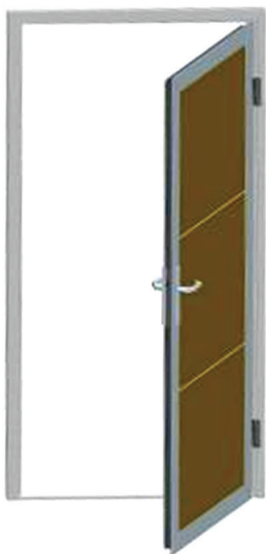

Рисунок 1
4.1 Калитка представляет собой конструкцию, состоящую из коробки и полотна (рисунок 1).